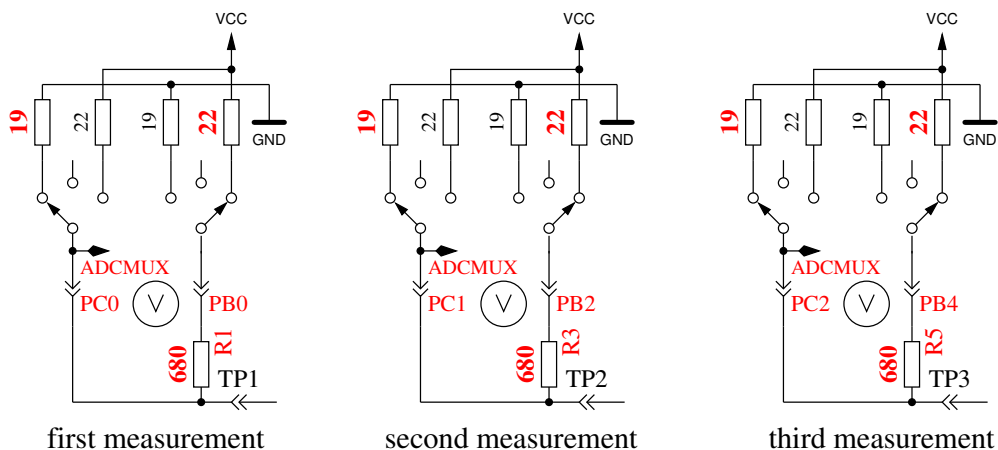

Abbildung 5.43: Messung des Innenwiderstandes von auf GND geschalteten Port C Ausgängen.
5. Dieser Schritt testet die **Fähigkeit von mit GND (-) verbundenen 470kΩ Widerständen (H) die Testpins auf GND zu ziehen**. Zeile 1 zeigt den Text „RH-“. Zeile 2 sollte für alle drei Pinne Null mV anzeigen.
6. Dieser Schritt testet die **Fähigkeit von mit VCC (+) verbundenen 470kΩ Widerständen (H) die Testpins auf VCC zu ziehen**. Zeile 1 zeigt den Text „RH+“. Der bestmögliche mV Wert für die drei Messungen wäre 0 in Zeile 2, da die Diffenz zu VCC dargestellt wird. Große Abweichungen vom Idealwert für Schritt 5 und 6 sind Fehler wie Isolations Problem, Flußmittelreste oder beschädigter Port.
7. **Messung des Innenwiderstandes eines auf GND geschalteten Ausgangs.** Dieser und die folgenden Schritte werden nur bei gewählter AUTO.CAL Option durchgeführt. Die internen Port C Widerstände von auf GND (-) geschalteten Ausgängen werden mit dem Strom der nach VCC (+) geschalteten 680Ω Widerstände gemessen, siehe Abbildung 5.43. Es werden nur die drei Pinne des ADC Ports vermessen, die Widerstands-Ports PB0, PB2 und PB4 können nicht ohne Veränderung der Hardware gemessen werden. Es wird angenommen, daß die Port Widerstände von unterschiedlichen Ports nahezu identisch sind. Der Widerstandswert wird im nächsten Schritt mit ausgegeben.